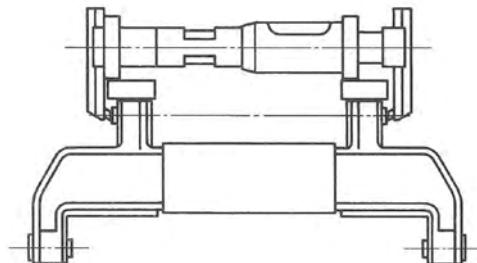

Abb. 10.
| 3.2Außenmessung(Abb. 10) | <ul style="list-style-type: none"> <li>– Messelement auf den Wert 225 mm der oberen Skale einstellen.</li> <li>– Einstellschraube (9) lösen.</li> <li>– Messelement auf das Einstellnormal legen, beweglichen Messanschlag (5) dabei aus dem Gerät herausziehen. Falls notwendig sind Zwischenstücke zwischen Messelement und Einstellnormal zu legen.</li> </ul> | <ul style="list-style-type: none"> <li>– Beweglichen Messanschlag (5) loslassen.</li> <li>– Umkehrpunkt ermitteln und Messuhr (2) mittels Trommel (3) auf Null stellen.</li> <li>– Spannhebel (14) anziehen.</li> <li>– Messtrommel (4) gemäß auf Einstellnormal eingraviertem Wert einstellen.</li> <li>– Einstellschraube (9) festziehen.</li> <li>– Nulleinstellung kontrollieren.</li> </ul> |